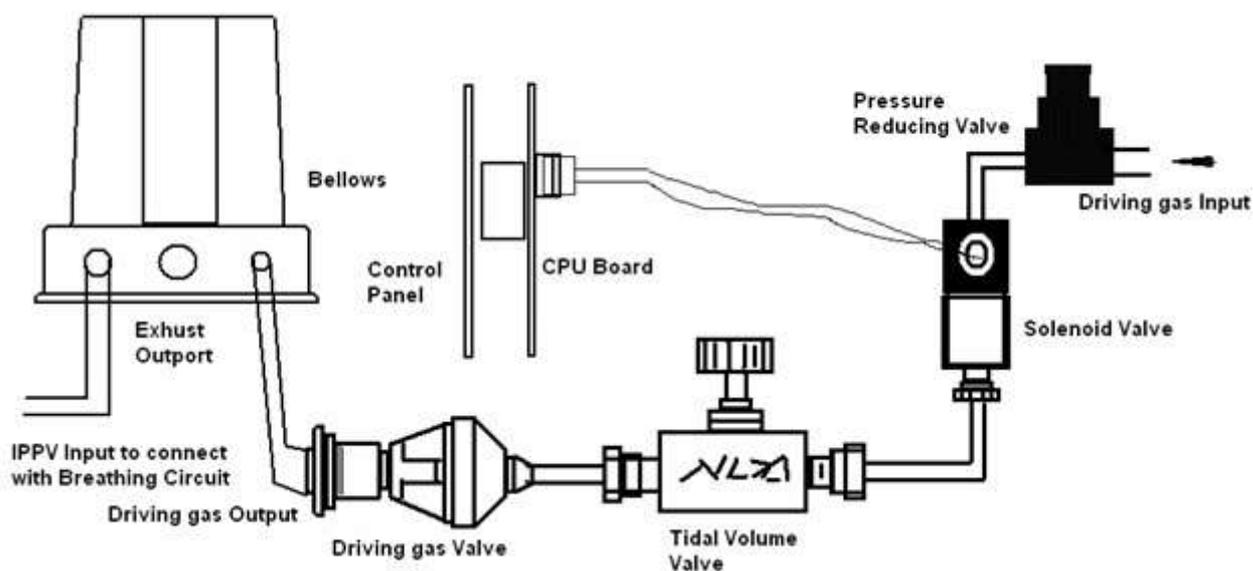

Рисунок 1
Аппарат ИВЛ TH-1 (A) – это система управления дыханием, используемая для операций, проводящихся под общим наркозом. Как правило, она состоит из: источника питания, системы подачи газа, панели управления, сильфона, платы центрального процессора, корпуса и пр. См. Рисунок 1.